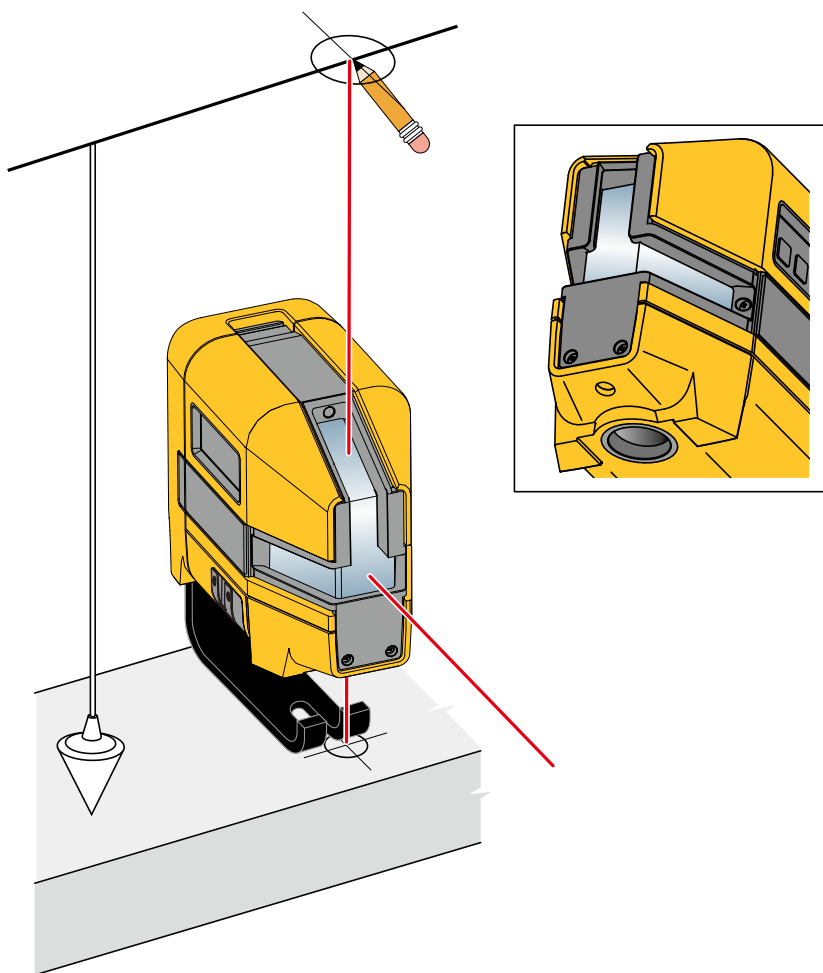

Рисунок 5. Новые вертикальные отметки
2. Отцентрируйте направленный вниз лазер на перекрестии. См. Рисунок 5.